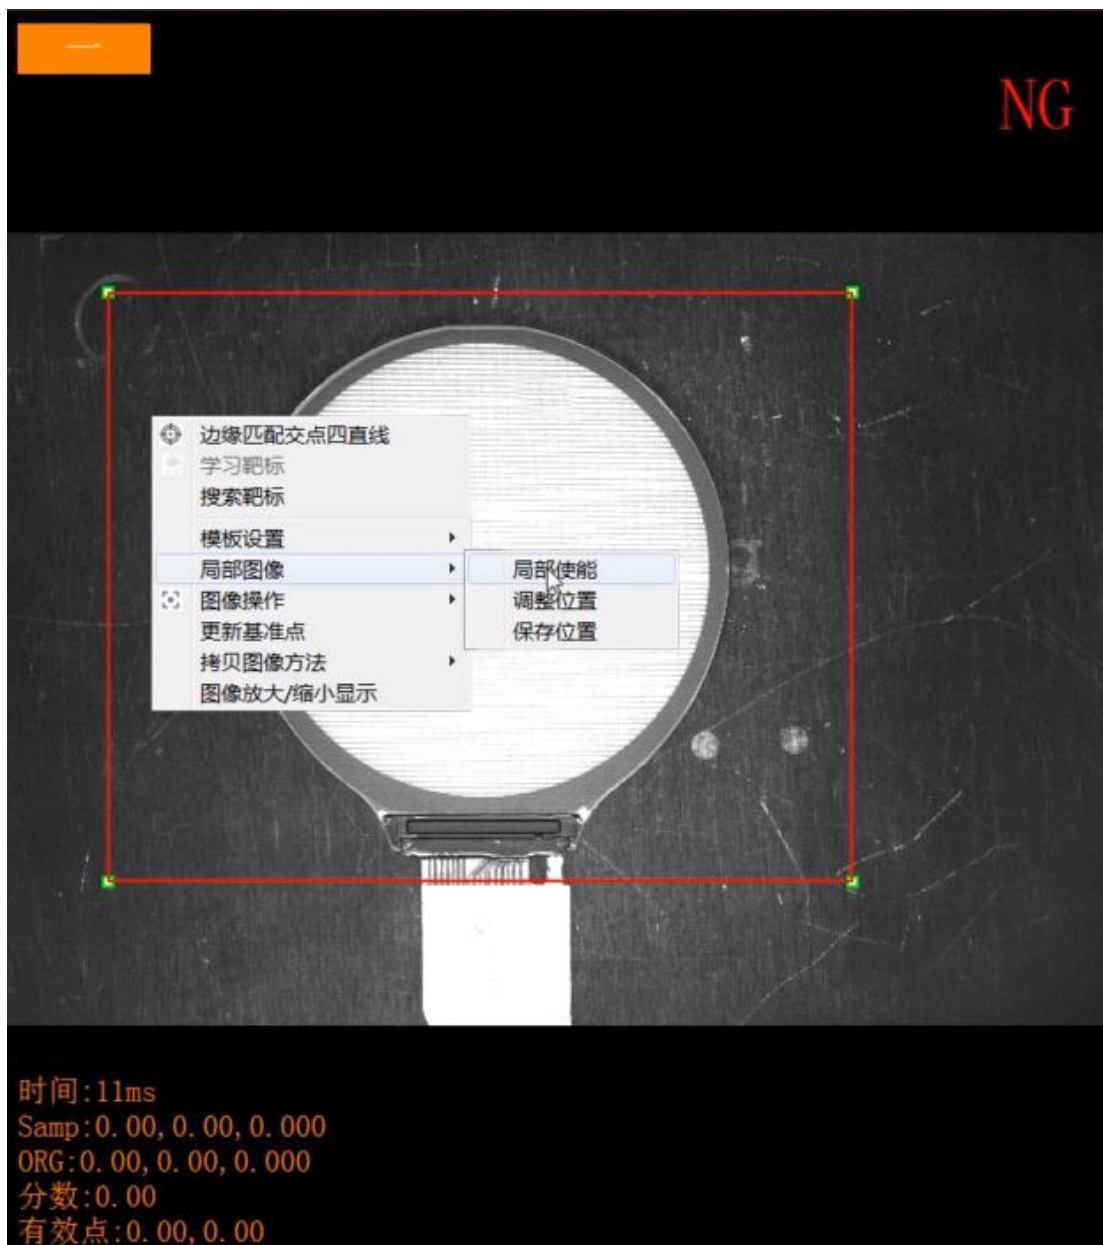

图 2-17
- D. **局部图像**: 点击“局部使能”启动功能->点击“调整位置”调出搜索框->调整好搜索框的大小以及位置->点击“保存位置”。如下图 2-17 所示, 局部图像的作用: 限制缩小图像学习搜索的区域;